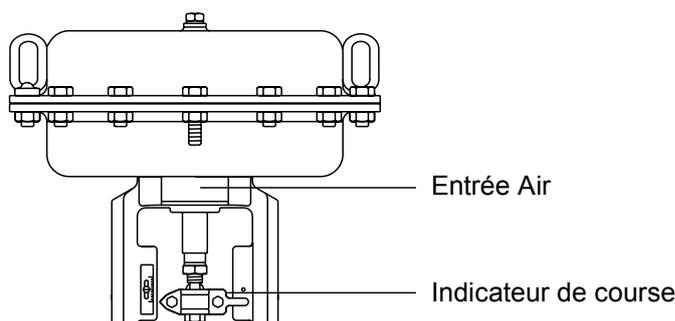

Fig. 7
2. Par la vanne de régulation actionnée pneumatiquement, supprimer l'alimentation en air existante et relier une alimentation en air indépendante de l'actionneur (pression à ne pas dépasser 6 bar eff.), pour permettre à la vanne de s'ouvrir entièrement, supprimer l'alimentation en air à partir de l'actionneur pour permettre à la vanne de se fermer. Rebrancher la tuyauterie d'origine (figure 7).